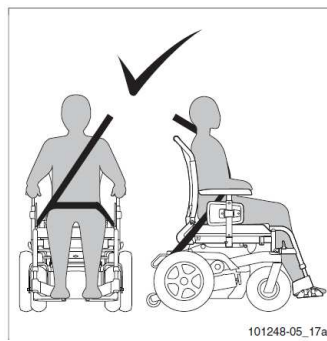

Figura 18
- Posizionare la cintura attraverso le anche il più stretta possibile con un angolo tra 30° e 75°. L'altra parte della cintura si posiziona sopra la spalla e lungo il busto (Figura 18).